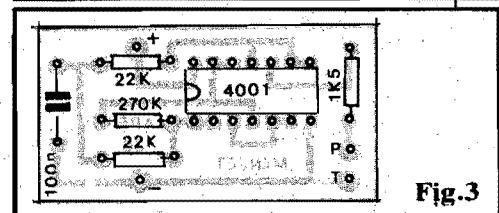

Fig.3
- FIG. 3 - "CHAPEADO" DA MONTAGEM - A placa vista pelo lado não cobreado, já com todas as (poucas...) peças colocadas... Os cuidados "tradicionais" são necessários: atentar para a posição da extremidade marcada do Integrado, para os valores dos resistores (de modo a não "trocar" valores/posições...), etc. Quem ainda (...ainda...?) tiver dúvidas quanto à leitura dos valores deverá recorrer ao TABELÃO APE (sempre lá no começo da Revista, junto às INSTRUÇÕES GERAIS...). No mais é seguir as boas normas, conferindo tudo ao final, antes de cortar as sobras dos terminais... As ilhas periféricas, marcadas com (+), (-), (P) e (T) destinam-se às ligações externas, que serão vistas a seguir...